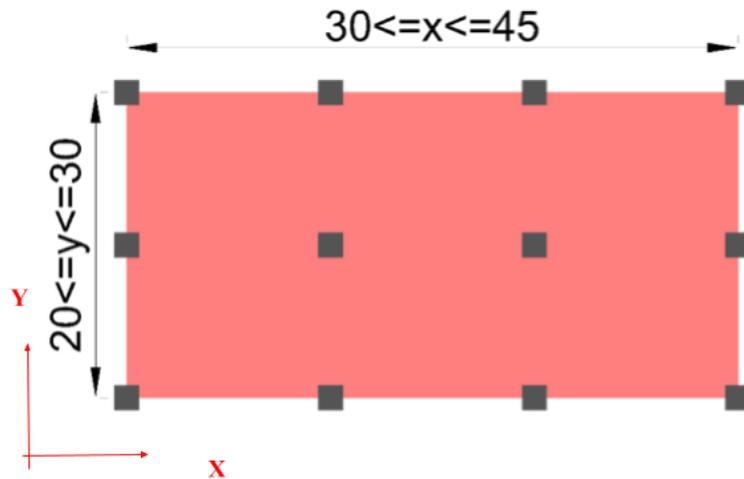

Figura 2. Ejemplos de planta tipo. (Dimensiones en cm)
- Se requiere un edificio de tres niveles de planta rectangular. La estructura deberá contar con tres crujiás en dirección longitudinal (dirección x) con claros de 10 a 15 cm y dos crujiás en dirección transversal (dirección y) con claros de 10 a 15 cm (Figura 2). El edificio puede tener una longitud mínima de 30 cm por lado o dimensiones máximas de 45x30 cm.